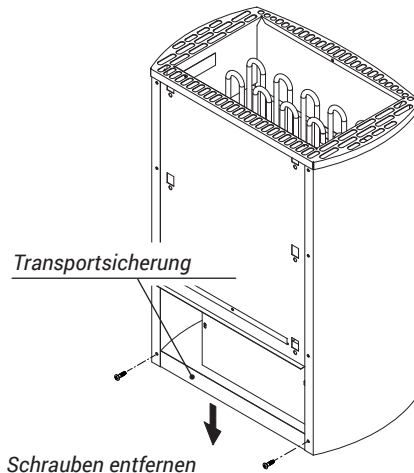

Abb. 4
- Entfernen Sie zunächst die Transportsicherung, indem Sie die beiden unteren Schrauben auf der Rückseite lösen (siehe Abb. 4) und die Sicherung nach unten entnehmen.